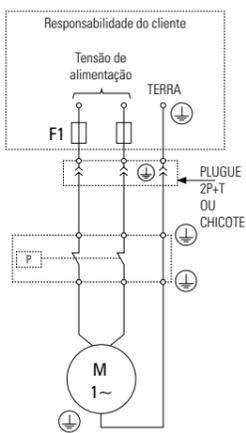

FIGURA 8.6 - ESQUEMA DE CONEXÃO ELÉTRICA
- 6.5** Garantia do motor elétrico: A garantia do motor elétrico somente será concedida, se forem seguidas as orientações de instalação de acordo com o diagrama (Figura 8.6).